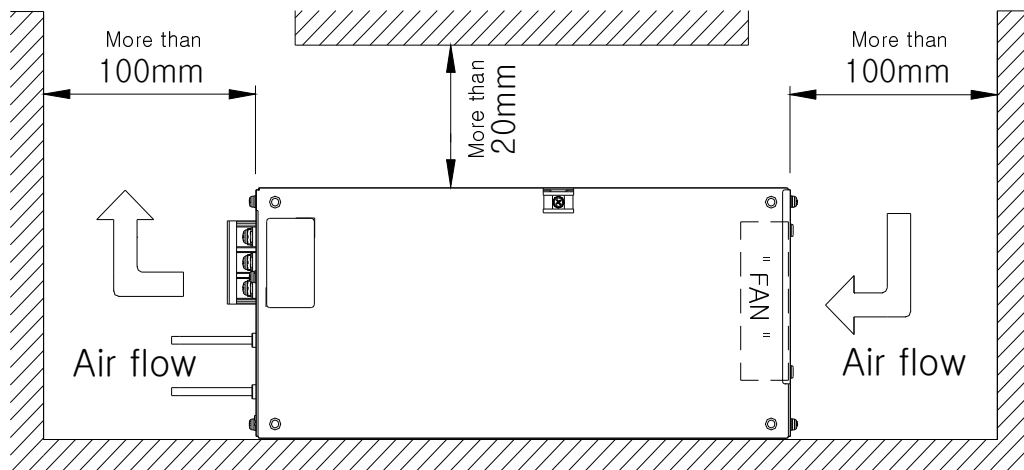
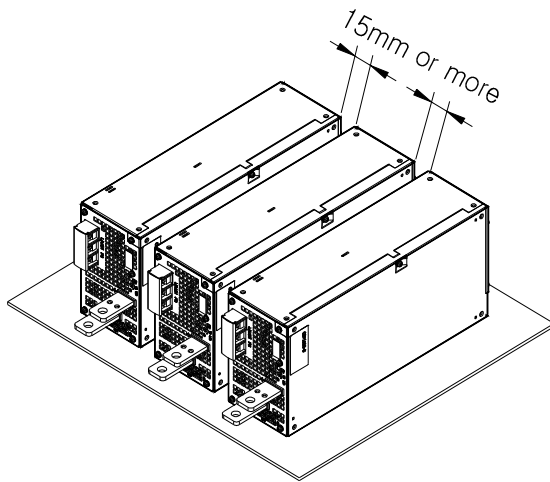

Fig.16 통풍 방향
Fig. 17 응용 실장 방법
- Fig.16, Fig.17와 같이 통풍을 고려한 배치를 하여 주십시오.